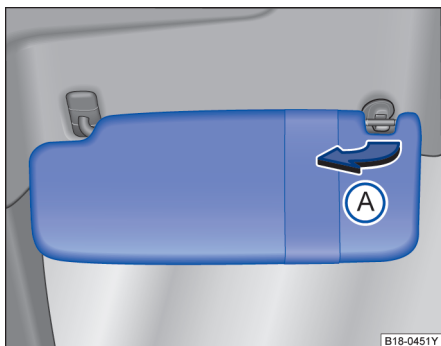

图 78 遮阳板
- 用一只手按压旋转轴的一端，用另一只手的拇指按压卡扣的上端，并用其它的手指将遮阳板倾斜上抬，并缓缓取出，否则容易造成上方固定点的损坏 ⇒ 图 78(A)。